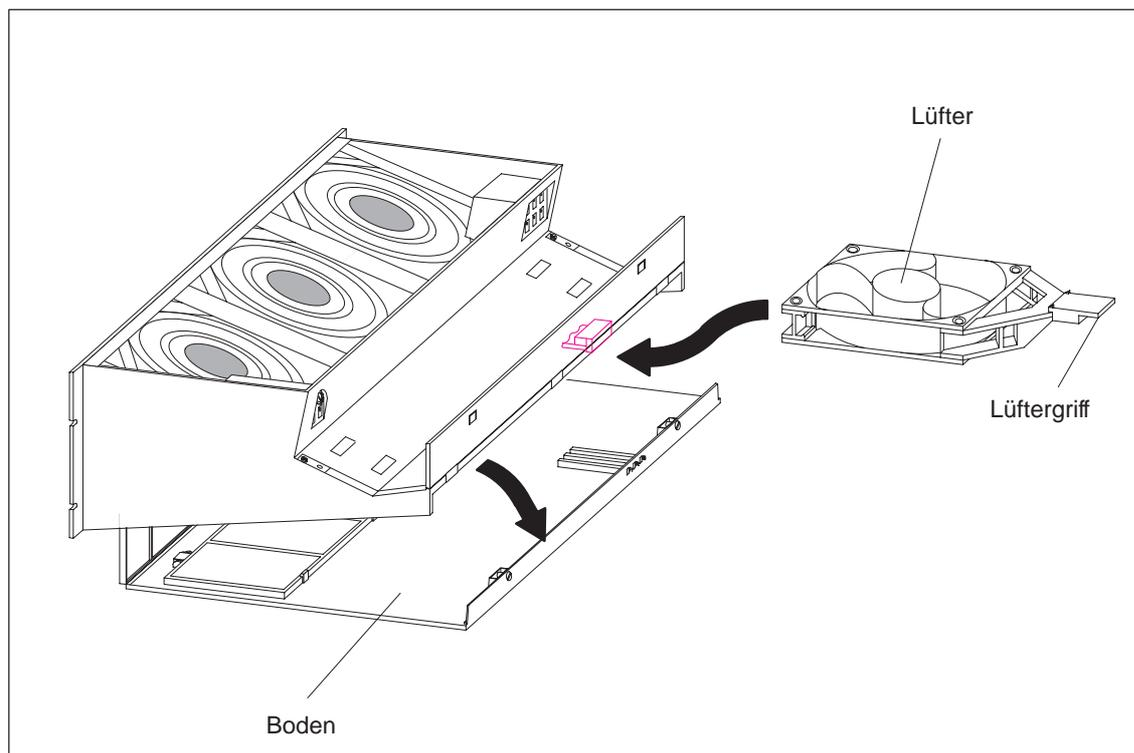

Bild 4-11 Lüfterentriegeln
3. Entriegeln Sie den zu tauschenden Lüfter, indem Sie den Lüftergriff (Bild 4-11) mit dem Daumen vom Gehäuse wegdrücken.